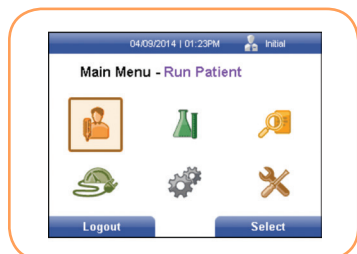

FIGURA 36
2. Escriba la contraseña de usuario y, a continuación, pulse la tecla programable derecha para seleccionar Iniciar sesión. Se mostrará el Menú principal (Figura 36).